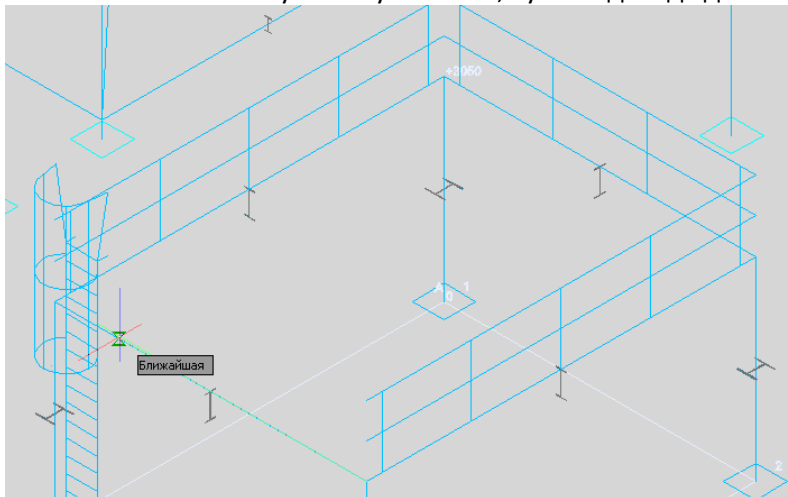

Рис. 59
- Не выходя из режима выполнения команды, для задания следующей точки поменяйте привязку на **Ближайшая**, одновременно нажав **правую кнопку мыши** и клавишу **Shift**. Укажите ближайшую точку на сетке, чуть не доходя до стойки лестницы (Рис. 59).